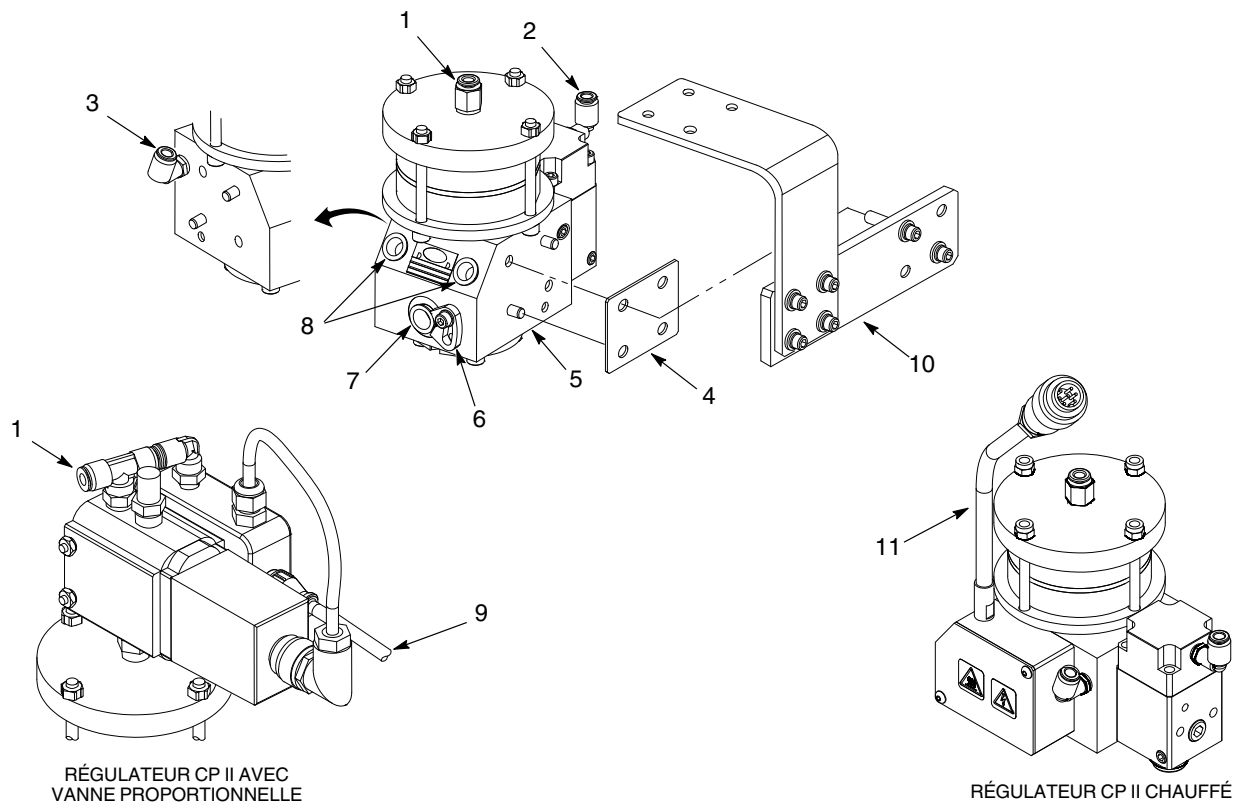

Figure 6 Démontage du régulateur CP II du système de dépose
1. Voir la figure 6. Effectuer les opérations suivantes :
- raccord pour la conduite d'arrivée d'air (1)
- raccords fermeture d'air (2) et ouverture d'air (3)
- le cas échéant, orifices d'arrivée en eau de conditionnement thermique (8)
- orifice pour la conduite de matière (7)
3. Retirer la clavette de verrouillage (6) qui bloque la conduite de matière. Retirer la conduite de matière.